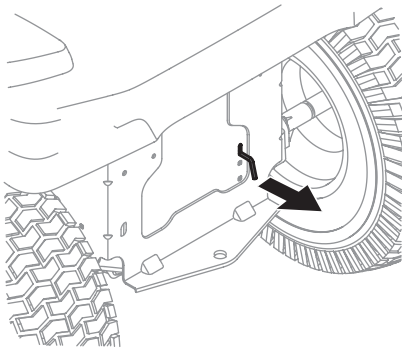

Figure 1
1. Engagez la tige de dérivation de la transmission pour déplacer le tracteur sans démarrer le moteur. La tige de dérivation de la transmission est située à l'arrière du tracteur, sur le châssis. Tirez la tige de dérivation pour l'engager (Figure 1).
2. Après avoir déplacé l'appareil, effectuez les étapes (a) et (b) dans l'ordre inverse pour désengager les deux tiges de dérivation (Figure 1).